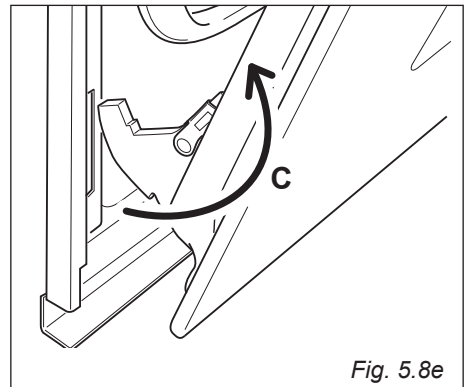

Fig. 5.8e
- Estrarre i ganci delle cerniere (destra e sinistra) dal loro alloggiamento (freccia "C" - fig. 5.8e).